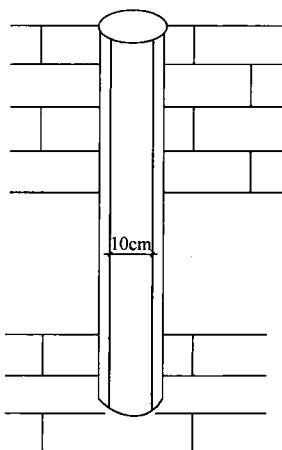

图 1-17 冲筋
(2) 冲筋 在两个灰饼之间抹出一长条灰埂来，其宽度为10cm，厚度与灰饼相同，如图1-17所示。冲筋是抹底子灰的标准，便于对抹灰面控制。冲筋分为冲竖筋与冲横筋，手